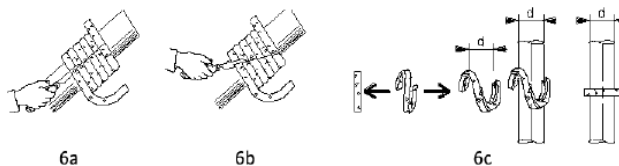

Рисунок 19. Набивка сальника
7.1.6. Набивка сальника (см. рисунок 19)
Плотно обернуть набивку вокруг заготовки, соответствующего размера с валом насоса или втулкой вала. Число витков должно быть достаточным для заполнения набивочной камеры сальника. Разрезать набивку под прямым углом по одной стороне для формирования отдельных колец (см. рисунок 19а). После очистки сальниковой коробки и втулки вала в сальниковую коробку необходимо установить набивку. Согнуть кольцо буквой Z, затем развести в стороны и надеть на вал (см. рисунок 19с). Каждое кольцо необходимо устанавливать индивидуально, используя прокладки, стык каждого кольца должен быть смещен на 180° по отношению к соседнему. Если используются уплотняющее кольцо, то его необходимо устанавливать в сальниковую коробку так, чтобы оно было соосно с соединителем для охлаждающей воды. Набивка должна располагаться перпендикулярно корпусу насоса. После установки последнего кольца, установить крышку сальника и затянуть от руки. После затяжки, вал должен вращаться свободно от руки, как и без сальника.